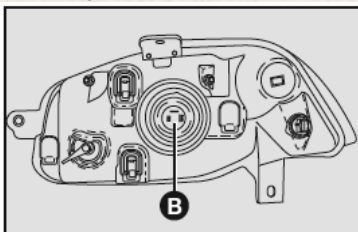

fig. 32
- 2) retirar la tapa plástica B-fig. 32 para tener acceso a los faros;